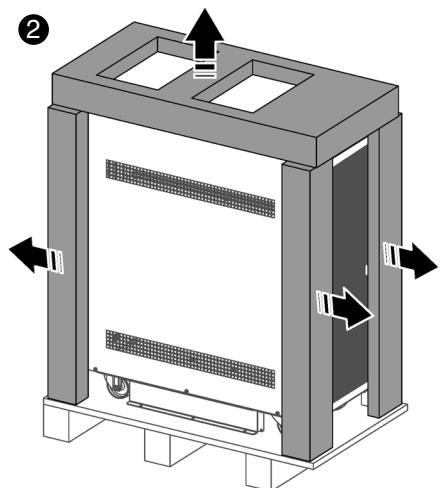

Fig. 23. Retrait des cantonnières et du couvercle en plastique.
- 2 Retirez les cantonnières et le couvercle en plastique (Fig. 23).